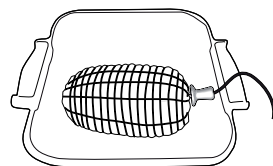

Fig. 1
1. Inserire la griglia orizzontalmente, con la parte rialzata "A" orientata verso l'alto (Fig. 1).
(Fig. 1)
Il corretto posizionamento della sonda è molto importante per il raggiungimento del risultato di cottura desiderato. Introdurre completamente la sonda nella parte più polposa del pezzo di carne, evitando di toccare ossa e parti grasse (Fig. 1). Per il pollame, la sonda va inserita trasversalmente, al centro del petto, facendo attenzione che la punta non finisca in una parte cava (Fig. 2).